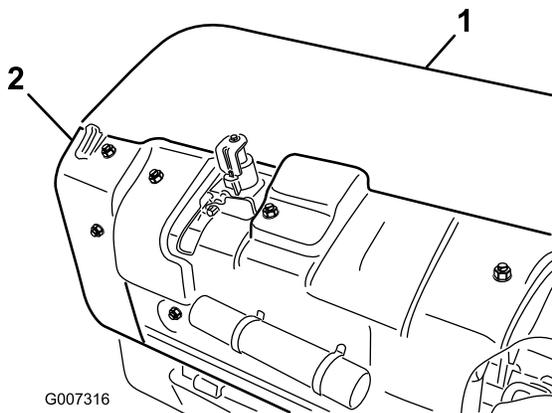

Bild 33
- A. Nehmen Sie die Abdeckung des hinteren Aerifizierkopfes ab (Bild 33).
- B. Nehmen Sie die Befestigungsschrauben der Spannscheibenabdeckung und dann die Abdeckung ab (Bild 33).